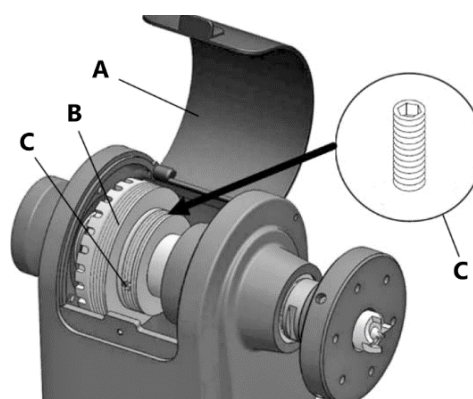

Рисунок 23.
- Ослабьте блокирующую ручку D (рис. 23) и переместите рычаг С вниз, чтобы натянуть ремень, затем затяните ручку D.
- Откройте верхнюю панель А (рис. 23).